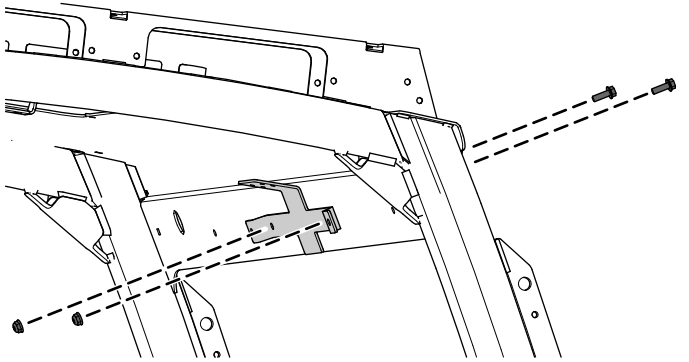

Bild 5
2. Befestigen Sie die Spiegelbefestigung mit zwei Bundkopfschrauben ($\frac{1}{4}$ " x $\frac{3}{4}$ ") und zwei Sicherungsmuttern ($\frac{1}{4}$ ") am Sonnendach, wie in Bild 5 dargestellt.